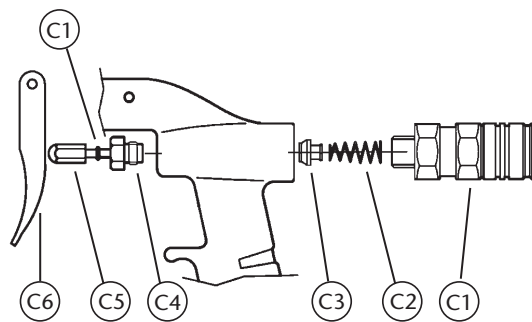

Рис. 3
- Отвинтить и снять быстроразъемную муфту (С1) (рис. 3).